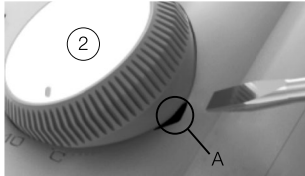

Рис. 4. Положение паза для снятия колеса регулятора температуры
2. Выставьте колесо регулятора температуры в положение 0 °C, так чтобы был виден паз (А) (рис. 4).
3. Используя отвертку, снимите колесо регулятора температуры (2) (рис. 4).
Под колесом регулятора температуры находится блокирующее устройство, предназначенное для ограничения изменения температуры. Ослабляя регулировочный винт (С) (рис. 4) можно ограничить рабочий диапазон, например между +20 °C и +25 °C. Красное кольцо означает максимальную температуру, зеленое — минимальную.
1. Выставьте колесо регулятора температуры в положение 0 °C, так чтобы был виден паз (А) (рис. 4).
2. Используя отвертку, снимите колесо регулятора температуры (2) и открутите регулировочный и крепежный винты.